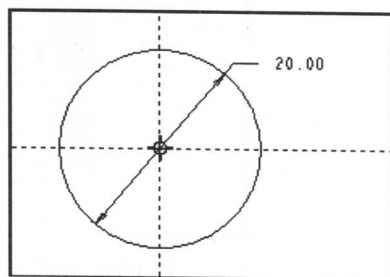

图 1-8 绘制的草图 1
(8) 在“草绘”工具栏中选择“圆”工具绘制一个圆,然后将其直径设置为 20mm,如图 1-8 所示。单击“确定”按钮,完成草图 1。